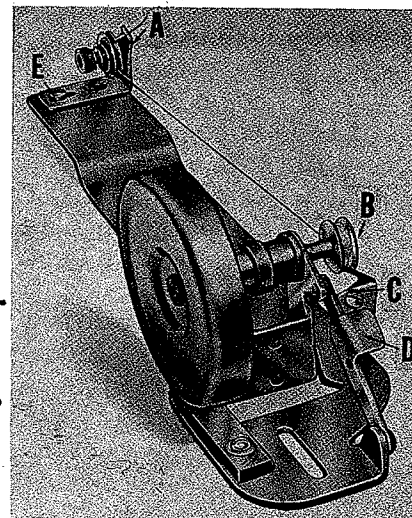

Fig. 5
Ensarte la devanadora pasando el hilo desde el suministro por el ojete (A, Fig. 5) y después entre los discos tensores, y bajo el poste tensor. Presione una bobina vacía en el eje de la devanadora (B) hasta el tope, devánese el extremo del hilo alrededor de la bobina unas vueltas a la derecha, y presione hacia abajo en la palanca de mano (D) hasta que la polea se ponga en contacto con la correa de la máquina y esté sujeta en ésta posición. Al funcionar la máquina, hará que gire y se llene la bobina hasta que el hilo se enganche en el engranaje automático que desengancha la polea. Hasta que punto se llena la bobina, puede variarse regulando el tornillo.(C).